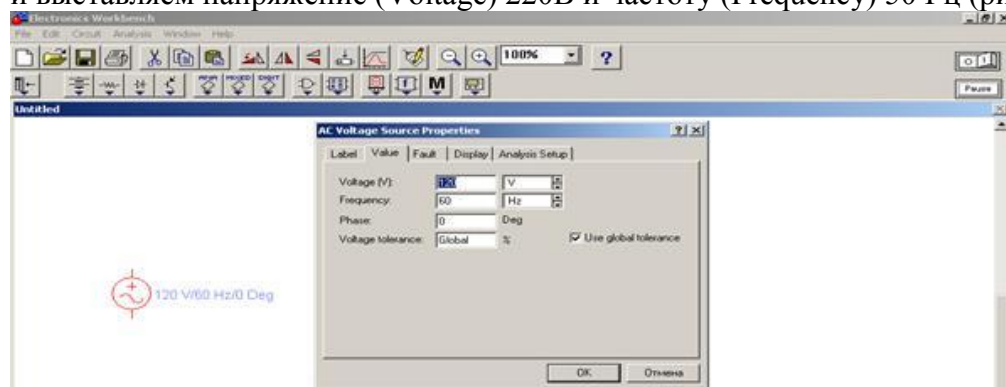

Рисунок 5.12
- 2) Двойным нажатием левой кнопки мыши заходим в настройки источника переменного напряжения и выставляем напряжение (Voltage) 220В и частоту (Frequency) 50 Гц (рис. 5.12).